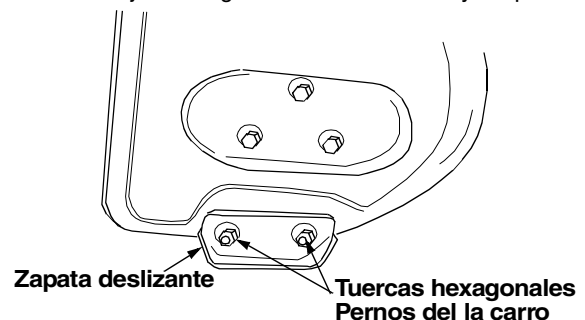

Figura 16
- Retorne la palanca de transferencia de peso (mostrada en la Figura 16) a su posición normal antes de ajustar las zapatas deslizantes.
- Ajuste las zapatas deslizantes aflojando las cuatro tuercas hexagonales y los pernos del carro y moviendo las zapatas deslizantes a la posición deseada. Asegúrese que toda la superficie inferior de la zapata deslizante esté apoyada sobre el suelo para evitar un desgaste irregular de las zapatas deslizantes. Vea la Figura 16.